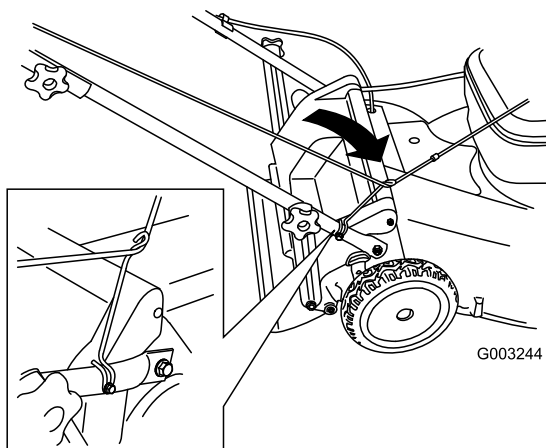

Bild 25
3. Verlegen Sie das Starterkabel um die untere Kabelführung (Bild 25).